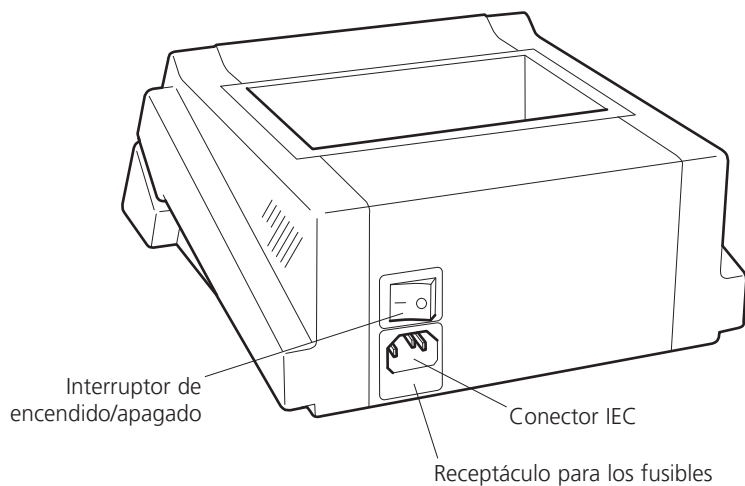

Figura 2: Vista trasera
1. Encienda el equipo accionando el interruptor situado en la parte trasera (véase la figura 2).